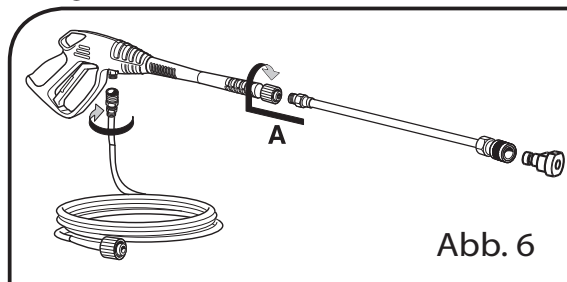

Abb. 6
2. Den Hochdruckschlauch an die Sprühpistole anschließen. Das Zubehörteil gegen den Widerstand der Feder in das Verlängerungsstück der Pistole einsetzen und bis zur Sperrposition drehen (Abb. 6). Einfügen Sie bitte die Düse (Abb. 2A).